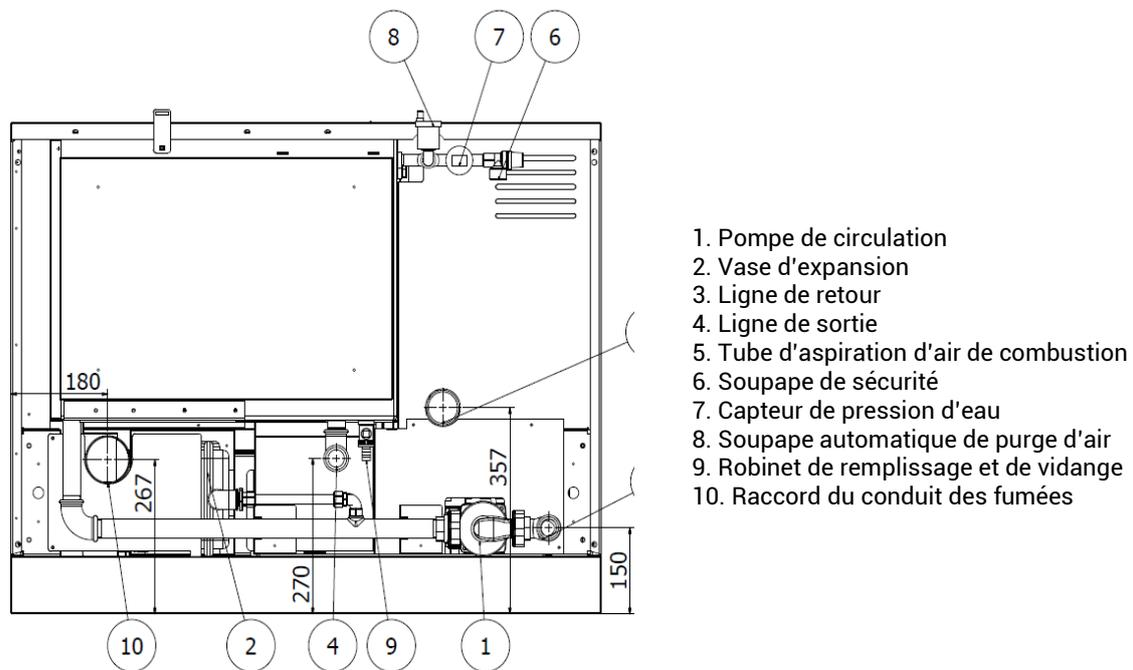

Figure 18
La partie arrière de la cuisinière avec les raccords est illustrée en figure 18.
10.5. SOUPAPE DE SECURITE (figure 18, position 6)
10.6. POMPE DE CIRCULATION (figure 18, position 1)
10.7. SOUPAPE DE PURGE D'AIR AUTOMATIQUE (figure 18, position 8)
10.8. VASE D'EXPANSION (figure 18, position 2)
10.9. ROBINET DE REMPLISSAGE ET DE VIDANGE (figure 18, position 9)
10.10. CAPTEUR DE PRESSION D'EAU (figure 18, position 7)